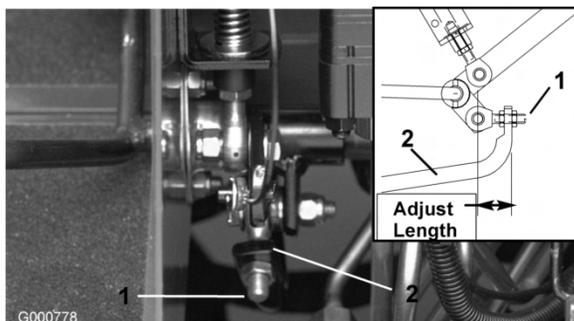

Figura 59
- Ajuste las contratuercas del extremo de la varilla de la bomba con objeto de desplazar el tubo de control de la bomba hacia adelante para eliminar el movimiento de la máquina hacia adelante, o hacia atrás para eliminar el movimiento hacia atrás (Figura 59).